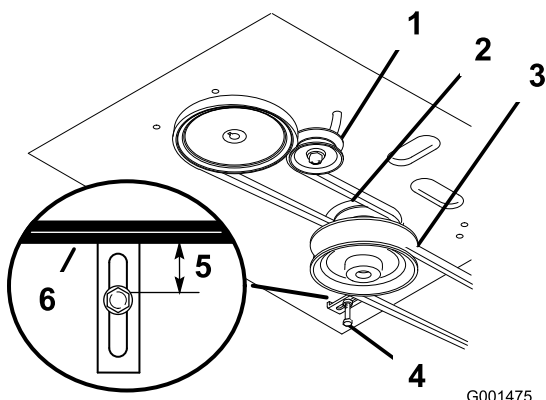

Figura 49
8. Compruebe que la guía de la correa, situada debajo del bastidor del motor, está ajustada correctamente (Figura 49).
Nota: La distancia entre la guía de la correa y la correa del cortacésped debe ser de 19 mm (3/4 pulgada) cuando la correa del cortacésped está engranada (Figura 49). Ajuste la correa del cortacésped si es necesario. La correa no debe rozar ni salirse de la polea si las guías y la tensión de la correa están correctamente ajustadas.